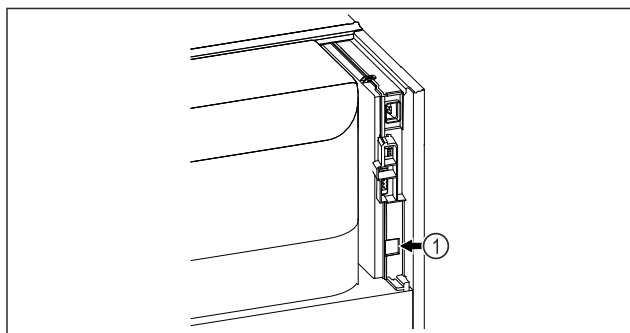

Fig. 84
- Se utiliza SmartModule Fig. 84 (1).